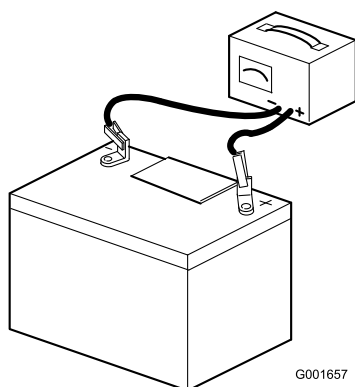

Figure 7
7. Raccordez un chargeur de 3 à 4 A aux bornes de la batterie (Figure 7). Chargez la batterie au régime de 3 à 4 ampères durant 4 à 8 heures.